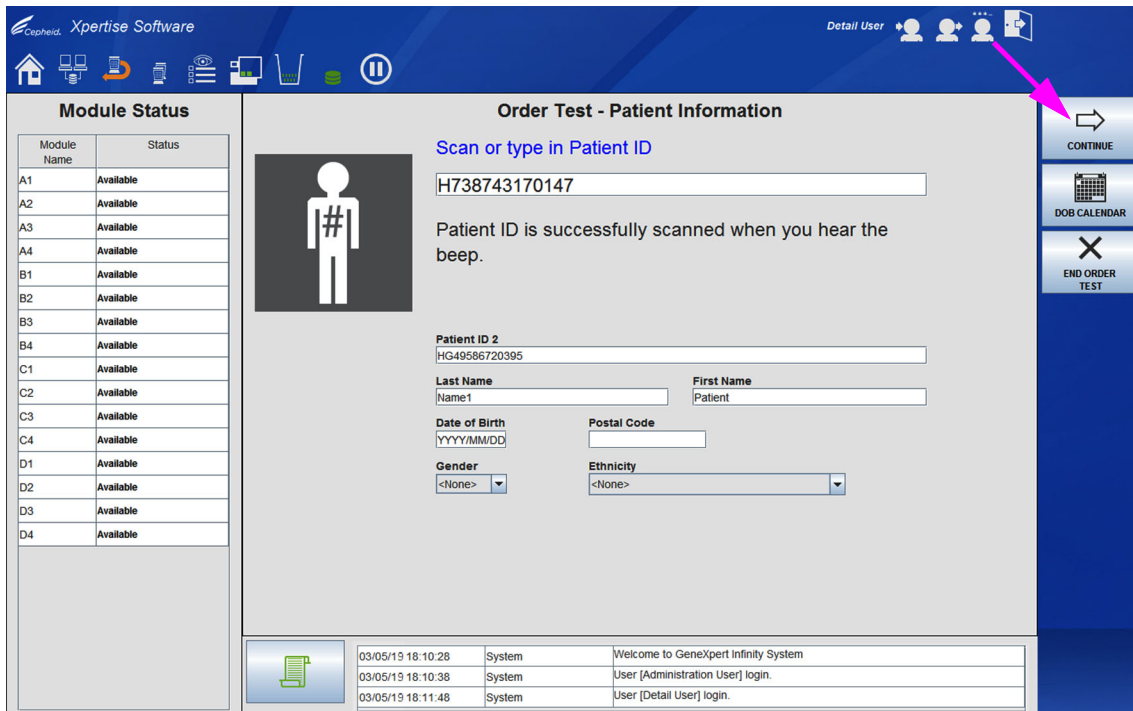
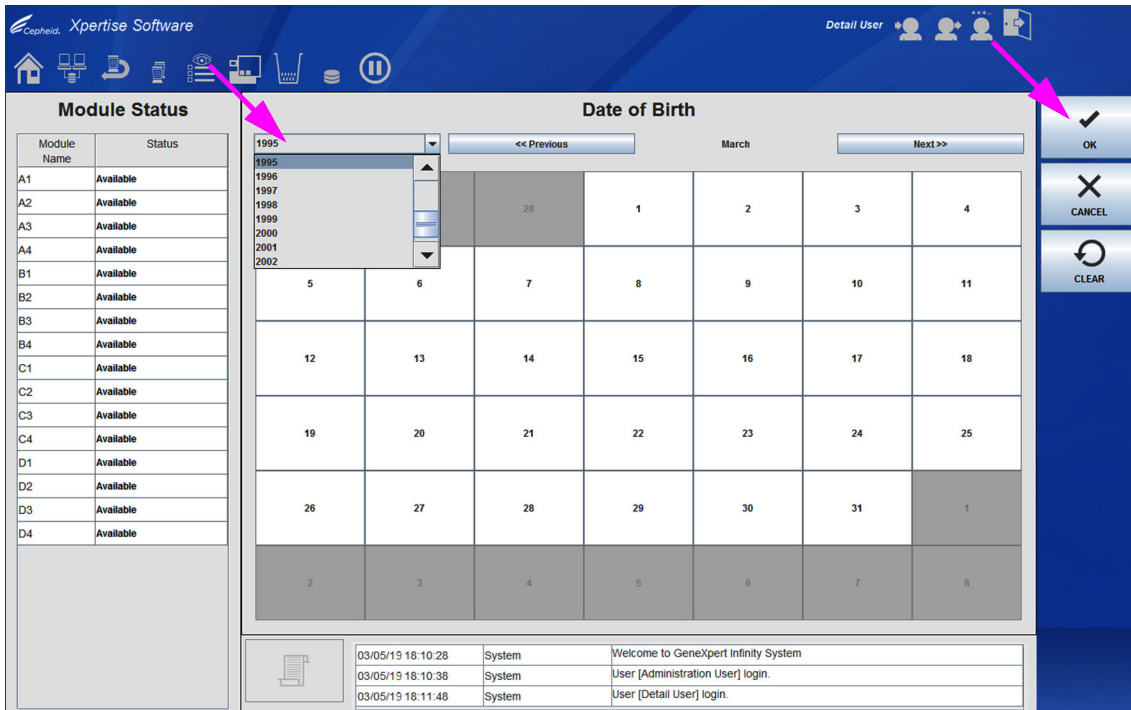
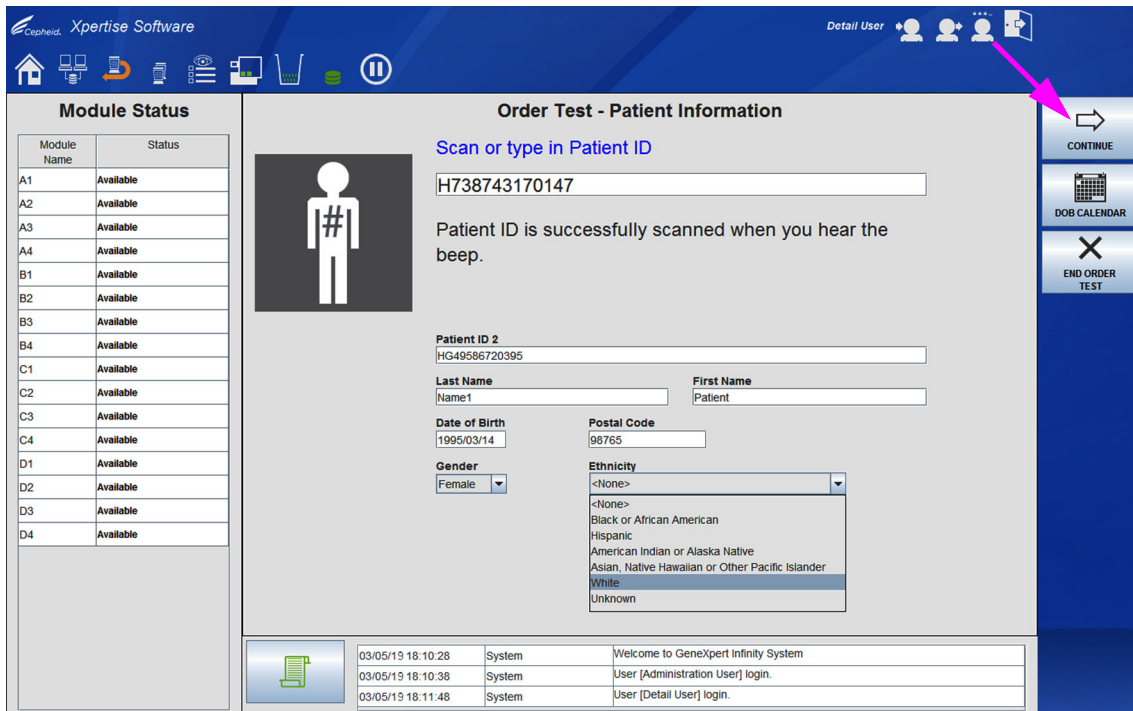
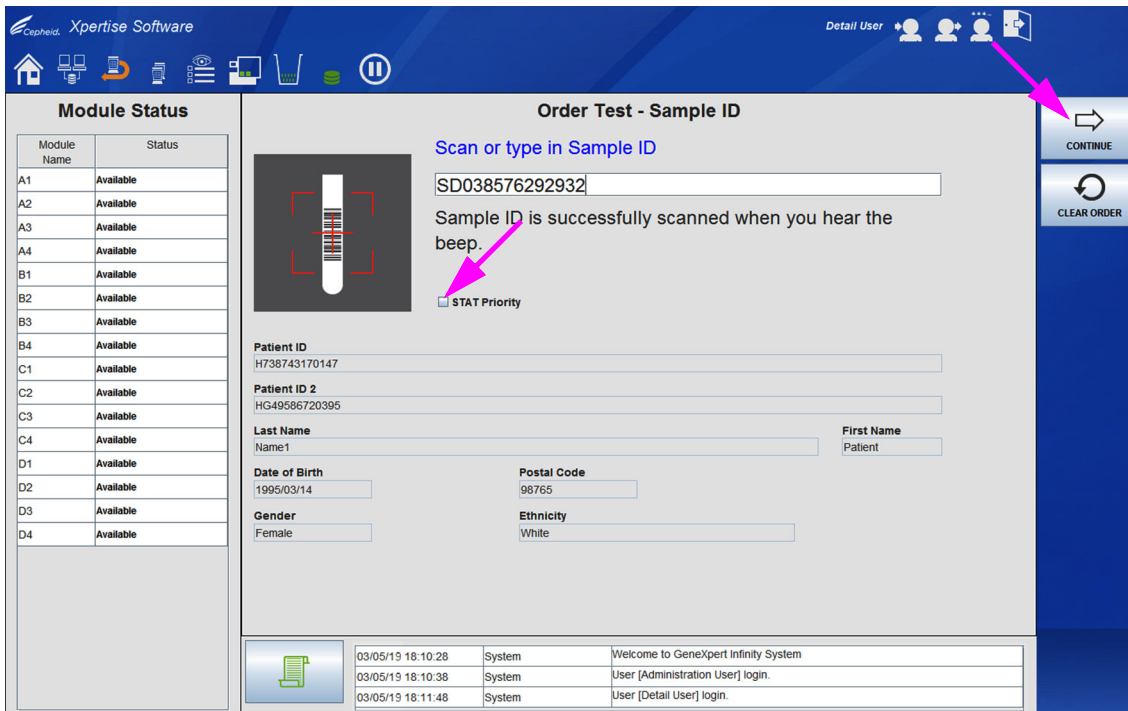

Figura 5-28. Área de trabalho Order Test (Pedir teste) – Patient ID (ID do paciente)
Figura 5-29. Área de trabalho Date of Birth (Data de nascimento)
Figura 5-30. Área de trabalho Order Test (Pedir teste) – Patient ID (ID do paciente) com campos demográficos opcionais introduzidos
Figura 5-31. Área de trabalho Order Test (Pedir teste) – Sample ID (ID da amostra)
A área de trabalho Order Test (Pedir teste) – Patient ID (ID do paciente) é apresentada se a ID do paciente estiver ativada. Ver Figura 5-28. A área de trabalho Order Test (Pedir teste) – Sample ID (ID da amostra) é apresentada se a ID do paciente não estiver ativada. Ver Figura 5-31.
- A. Na área de trabalho Order Test (Pedir teste) – Patient Information (Informação do paciente), leia ou digite a **Patient ID (ID do paciente)** (se a área de trabalho Patient Information [Informação do paciente] estiver ativada na área de trabalho System Configuration [Configuração do sistema]). Ver Figura 5-28.
- B. Se o campo **Patient ID 2 (ID 2 do paciente)** estiver ativado, escreva a informação da **Patient ID 2 (ID 2 do paciente)**. Ver Figura 5-28.
- C. Se os campos do nome do paciente estiverem ativados, escreva o nome próprio e o apelido do paciente nos respetivos campos. Ver Figura 5-28.
- D. Se os campos dos dados demográficos do paciente estiverem ativados, introduza a informação **Date of Birth (Data de nascimento)**. Ver Figura 5-28.
- a. Para introduzir a data de nascimento utilizando a área de trabalho Date of Birth (Data de nascimento), selecione o botão **DOB CALENDAR (CALENDÁRIO DN)** na área de trabalho Order Test (Pedir teste) – Patient Information (Informação do paciente) (ver Figura 5-28). Será apresentada a área de trabalho Date of Birth (Data de nascimento). Ver Figura 5-29.
- e. Toque no botão **OK**. A área de trabalho Date of Birth (Data de nascimento) vai fechar-se e a data será colocada no campo **Date of Birth (Data de nascimento)** na área de trabalho Order Test (Pedir teste) – Patient ID (ID do paciente). Ver Figura 5-30.
3. Selecione o botão **CONTINUE (CONTINUAR)** (ver Figura 5-30). A área de trabalho Order Test (Pedir teste) – Sample ID (ID da amostra) é apresentada. Ver Figura 5-31. Selecione o botão **CLEAR ORDER (LIMPAR PEDIDO)** se não quiser pedir um teste.
4. Selecione a caixa de verificação **STAT Priority (Prioridade STAT)** se a amostra precisar de ser processada rapidamente. Leia ou digite a ID da amostra (ver Figura 5-31). Depois de ter lido a ID da amostra, é apresentada a área de trabalho Order Test (Pedir teste) – Assay (Ensaio). Se a ID da amostra tiver sido introduzida manualmente, selecione o botão **CONTINUE (CONTINUAR)** para mostrar a área de trabalho Order Test (Pedir teste) – Assay (Ensaio). Ver Figura 5-32. Selecione o botão **CLEAR ORDER (LIMPAR PEDIDO)** se não quiser pedir um teste.
Se o teste tiver de ser executado imediatamente, a caixa **STAT Priority (Prioridade STAT)** na área de trabalho Order Test (Pedir teste) – Sample ID (ID da amostra) tem de estar assinalada (ver **Figura 5-31**) antes de o cartucho ser lido. Quando a prioridade é configurada para **STAT**, o cartucho será despachado imediatamente do vaivém em vez de ficar em fila de espera no tapete rolante. A prioridade apresentada na área de trabalho Order Test (Pedir teste) – Test Information (Informação do teste) vai indicar **STAT**. Ver **Figura 5-41**.